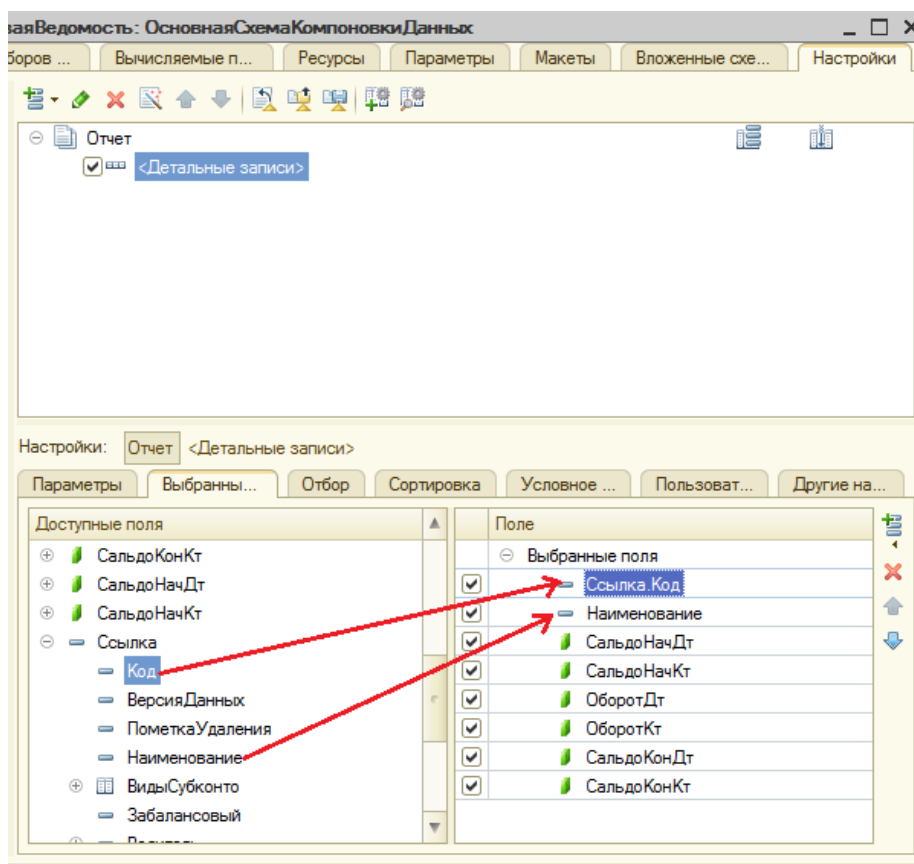

Рисунок 24.6 – Выбор полей в отчет ОСВ
10.1 Затем на закладке **Выбранные поля** добавим перетаскиванием поля **Код** (счета), и поле **Наименование** (счета), а также все остальные поля для вывода в отчет и разместим их в следующем порядке (рисунок 24.6).